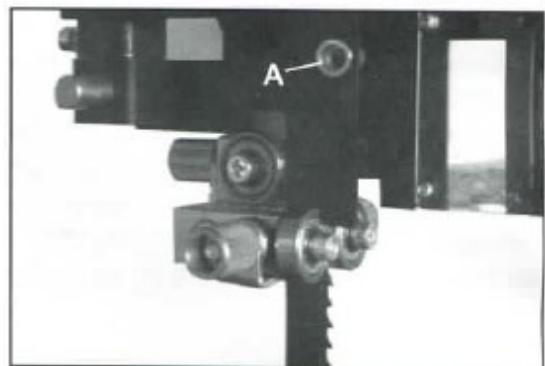

Рис. 22
- b) Ослабить натяжение пильного полотна, переместив рычаг быстрого ослабления (рис. 21, А) справа налево. Открыть дверцу ограждения пильного полотна, ослабив винт (рис. 22, А).
i) Закрыть дверцу ограждения пильного полотна и затянуть винт (рис. 22, А).